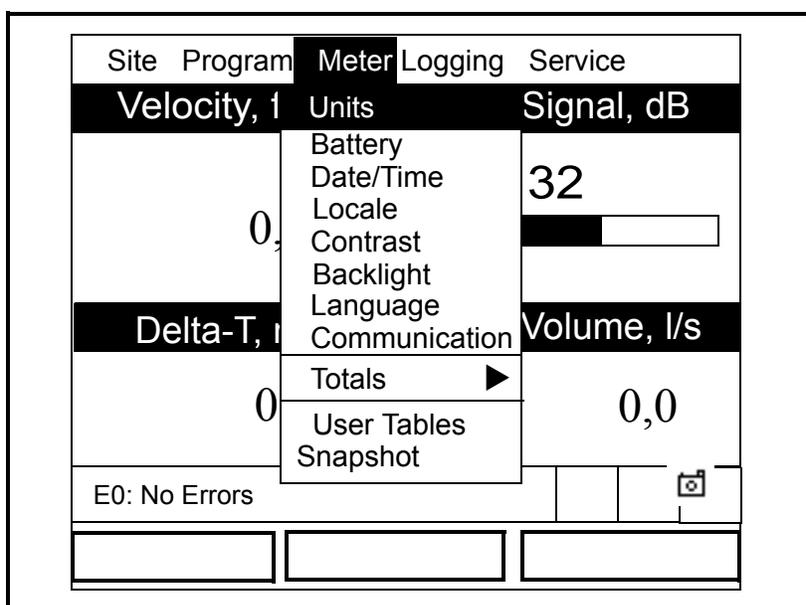

Рис. 3-11. Окно меню *Meter* (Счетчик)
2. Перейдите на вкладку *Meter* (Счетчик) и нажмите [ENTER] (ВВОД). Появится окно, подобное показанному на рис. 3-11 ниже.